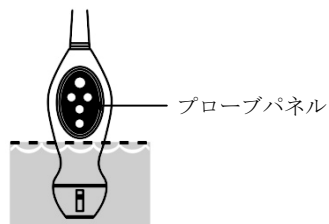

図 5
- h) 超音波プローブはグルタラール消毒液等を使用して消毒することができる。その際、プローブコネクタ、プローブケーブル及びプローブパネルは消毒液に浸漬しないこと(図5)。**[超音波プローブが破損するおそれがある。]**